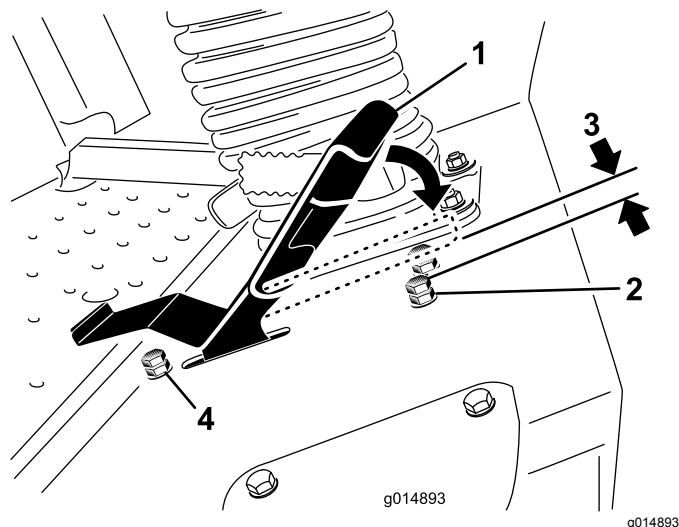

Figure 75
3. Desserrez l'écrou de blocage sur le boulon de butée de la pédale de déplacement (Figure 75).